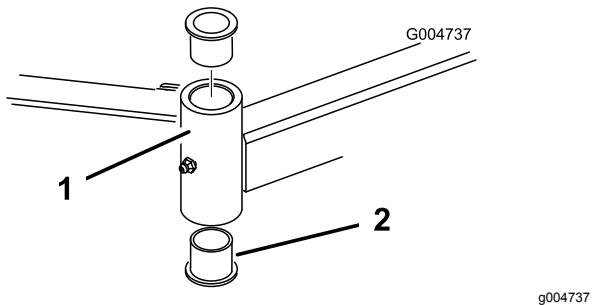

Figura 106
4. Introduza um punção para cavilhas na zona superior ou inferior do tubo de montagem e retire o casquinho para fora do tubo (Figura 106). Retire igualmente o outro casquinho do tubo. Limpe o interior dos tubos para remover a sujidade.